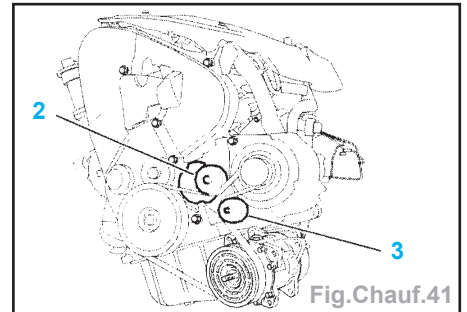

Fig.Chauf.41
- Serrer les écrous (1) à 2,5 daN.m.
- Reposer la courroie en finissant par le galet enrouleur (3) (Fig.Chauf.41).